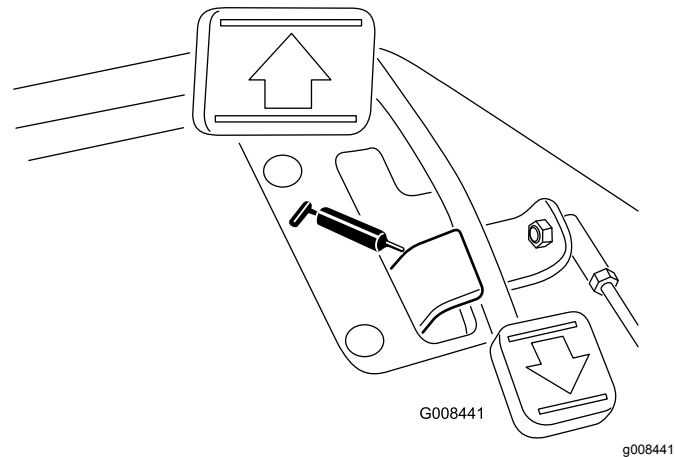

Figura 31
- Pivote del pedal de tracción (1) (Figura 31)